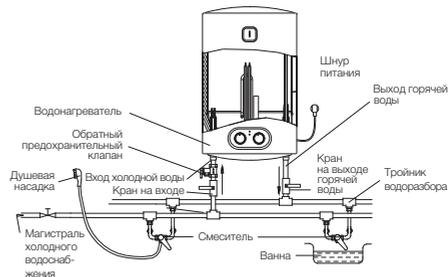

Рис. 4
6. Если необходимо реализовать многоканальную систему водоснабжения, используйте способ соединения (см. рис. 4).